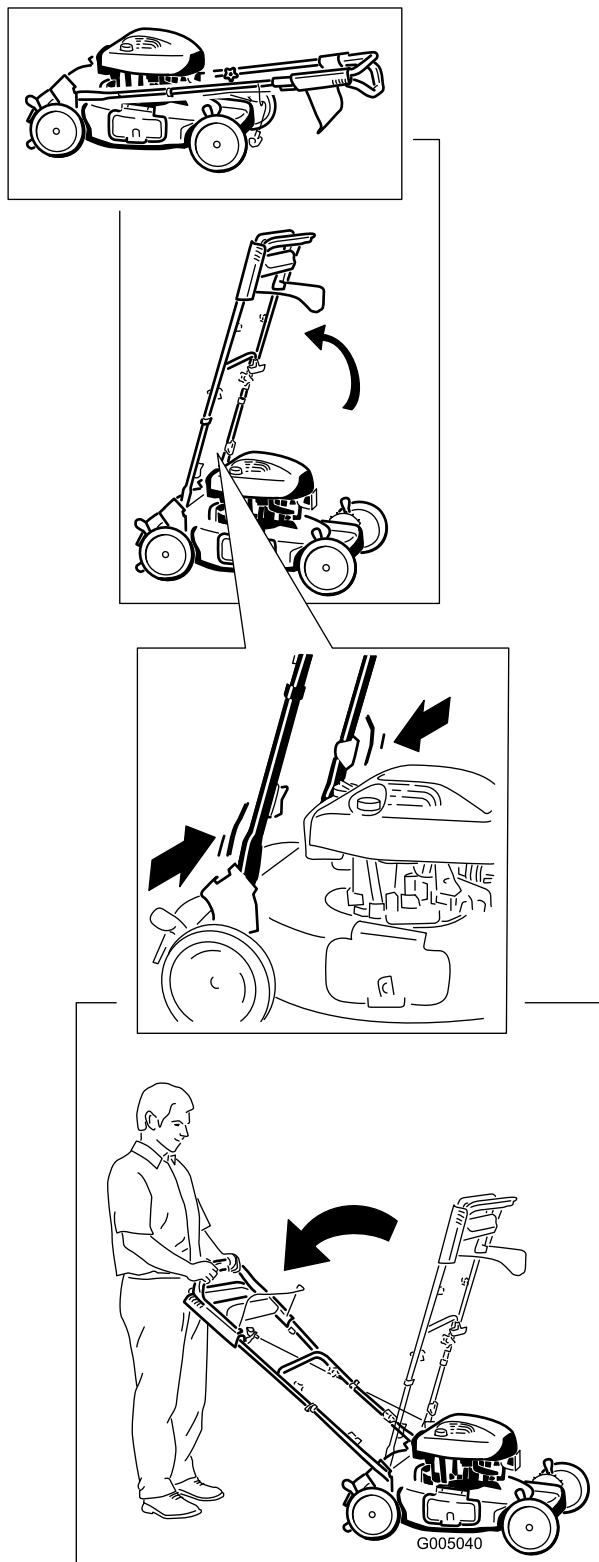

Figure 4
2. Rapprochez les deux côtés de la partie inférieure du guidon et rabattez le guidon en arrière jusqu'à ce qu'il s'enclenche en position d'utilisation (Figure 4)